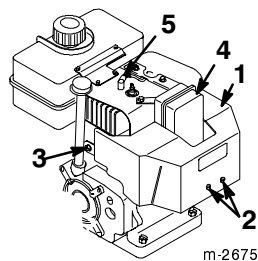

Figure 19
Si la déneigeuse doit être utilisée à une température extérieure supérieure à 4°C (40°F), déposez la boîte de chauffage du carburateur (Fig. 19).
1. Débranchez la bougie et éloignez le capuchon pour éviter tout risque de contact accidentel (Fig. 19).
2. Retirez les deux vis Phillips, les deux vis à tête hexagonale et la rondelle-frein qui fixent la boîte de chauffage en position (Fig. 19).
5. Reconnectez la bougie (Fig. 19).